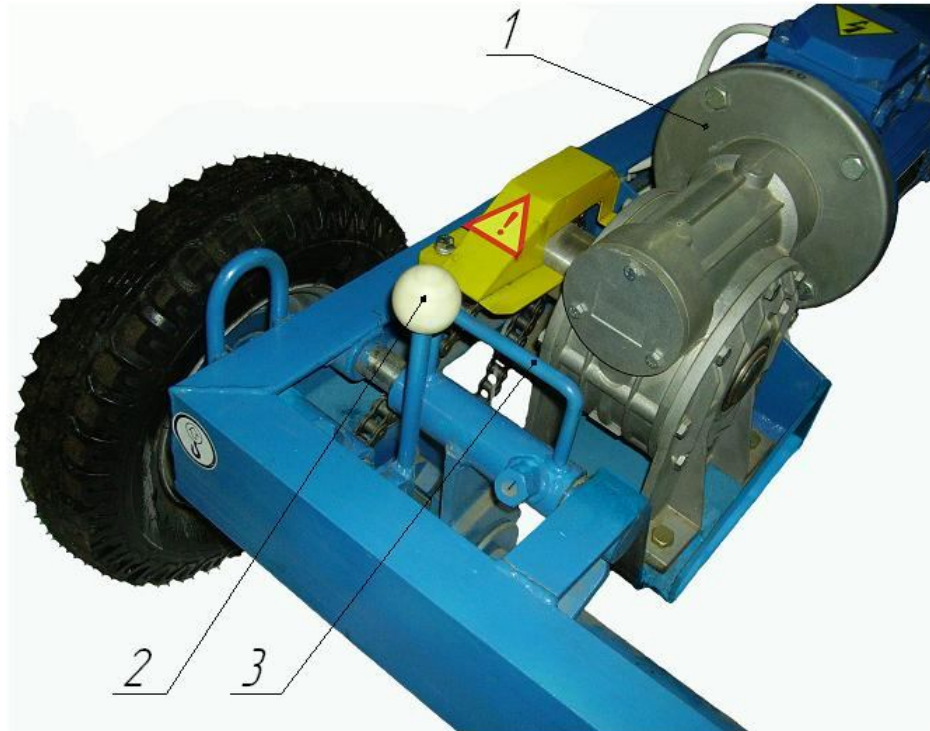

Рис. 7. Самоход.
5.1.8. Перевести рычаг 3 (рис. 7) переключения передач самохода в положение «Вкл».
5.2.2. Перевести рычаг самохода 3 (рис. 7) в нейтральное положение, а рукоятки кранов гидросистемы в положение «Перемешивание» (табл. 1).